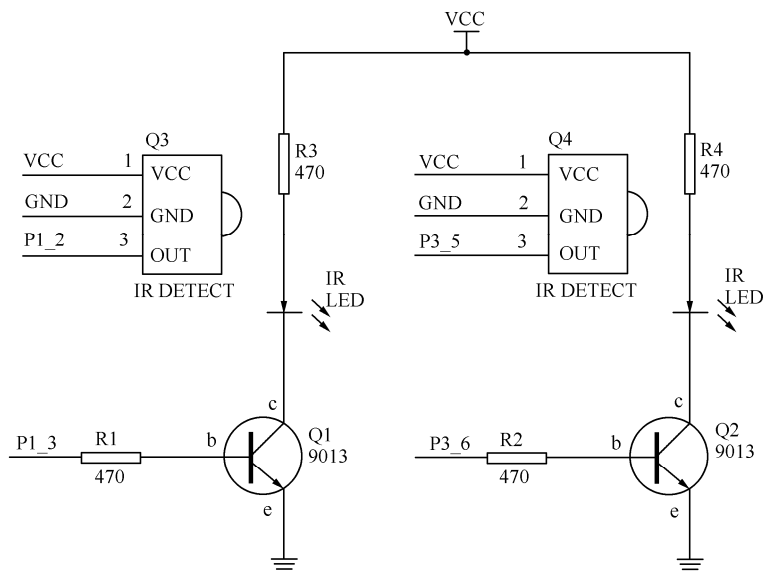
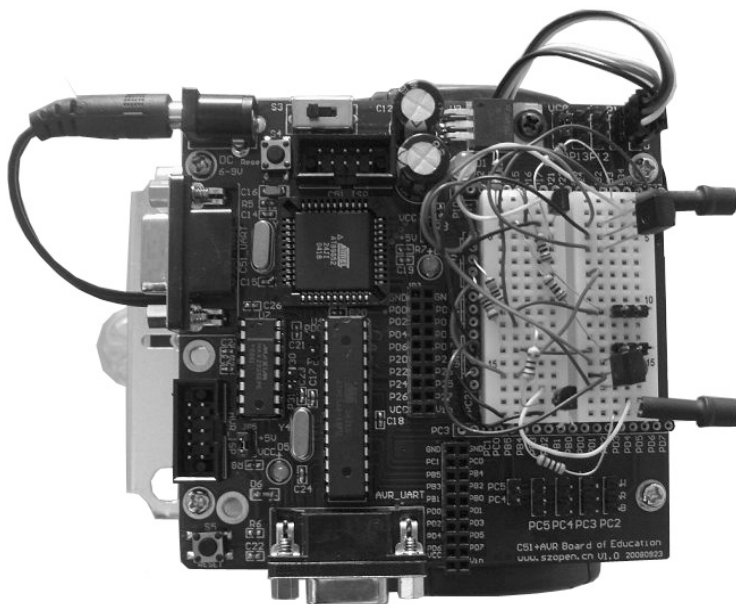

图 5-3 左侧和右侧 IR 组原理图
图 5-4 左、右 IR 组实物
- 建立如图 5-3 所示的电路，左、右 IR 组实物如图 5-4 所示。
现在简单介绍 9013 的工作原理。它的基区做得很薄，当按图 5-3 连接时，发射结正偏，集电结反偏，发射区向基区注入电子，这时由于集电结反偏，对基区的电子有很强的吸引力，所以由发射区注入基区的电子大部分进入集电区，于是集电极的电流增大。